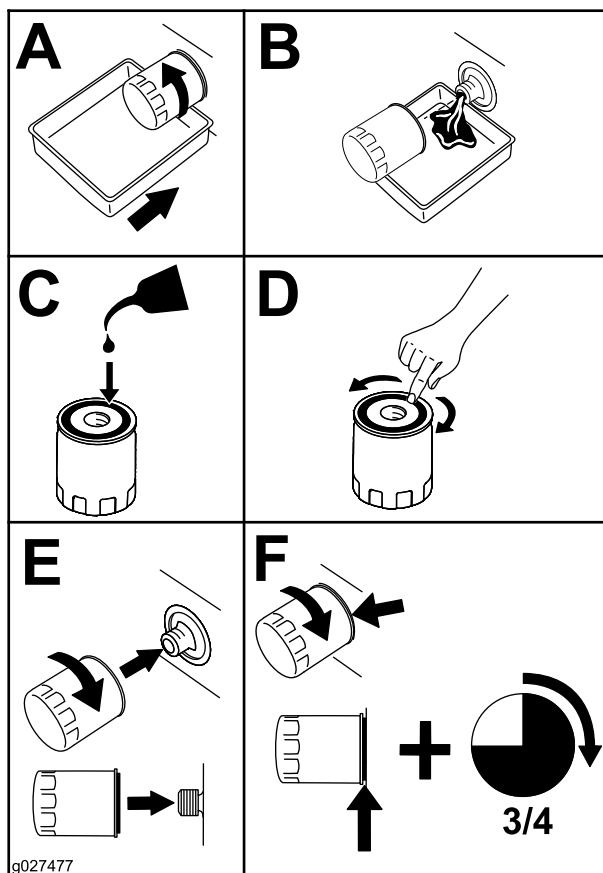

Figure 56
2. Remplacez le filtre à huile moteur (Figure 56).